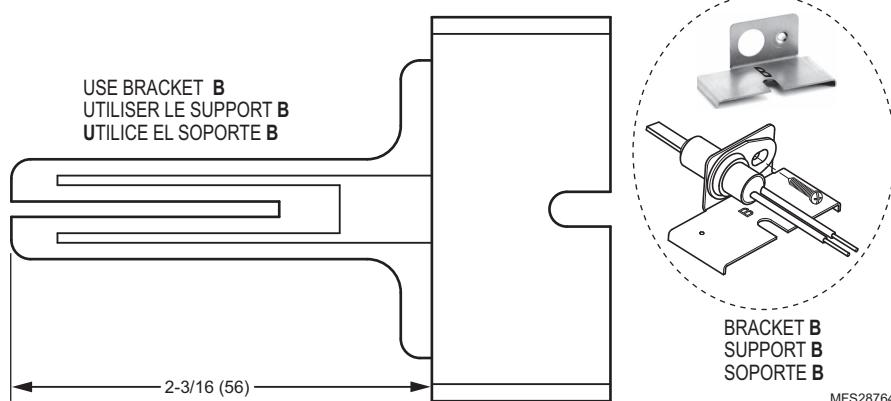
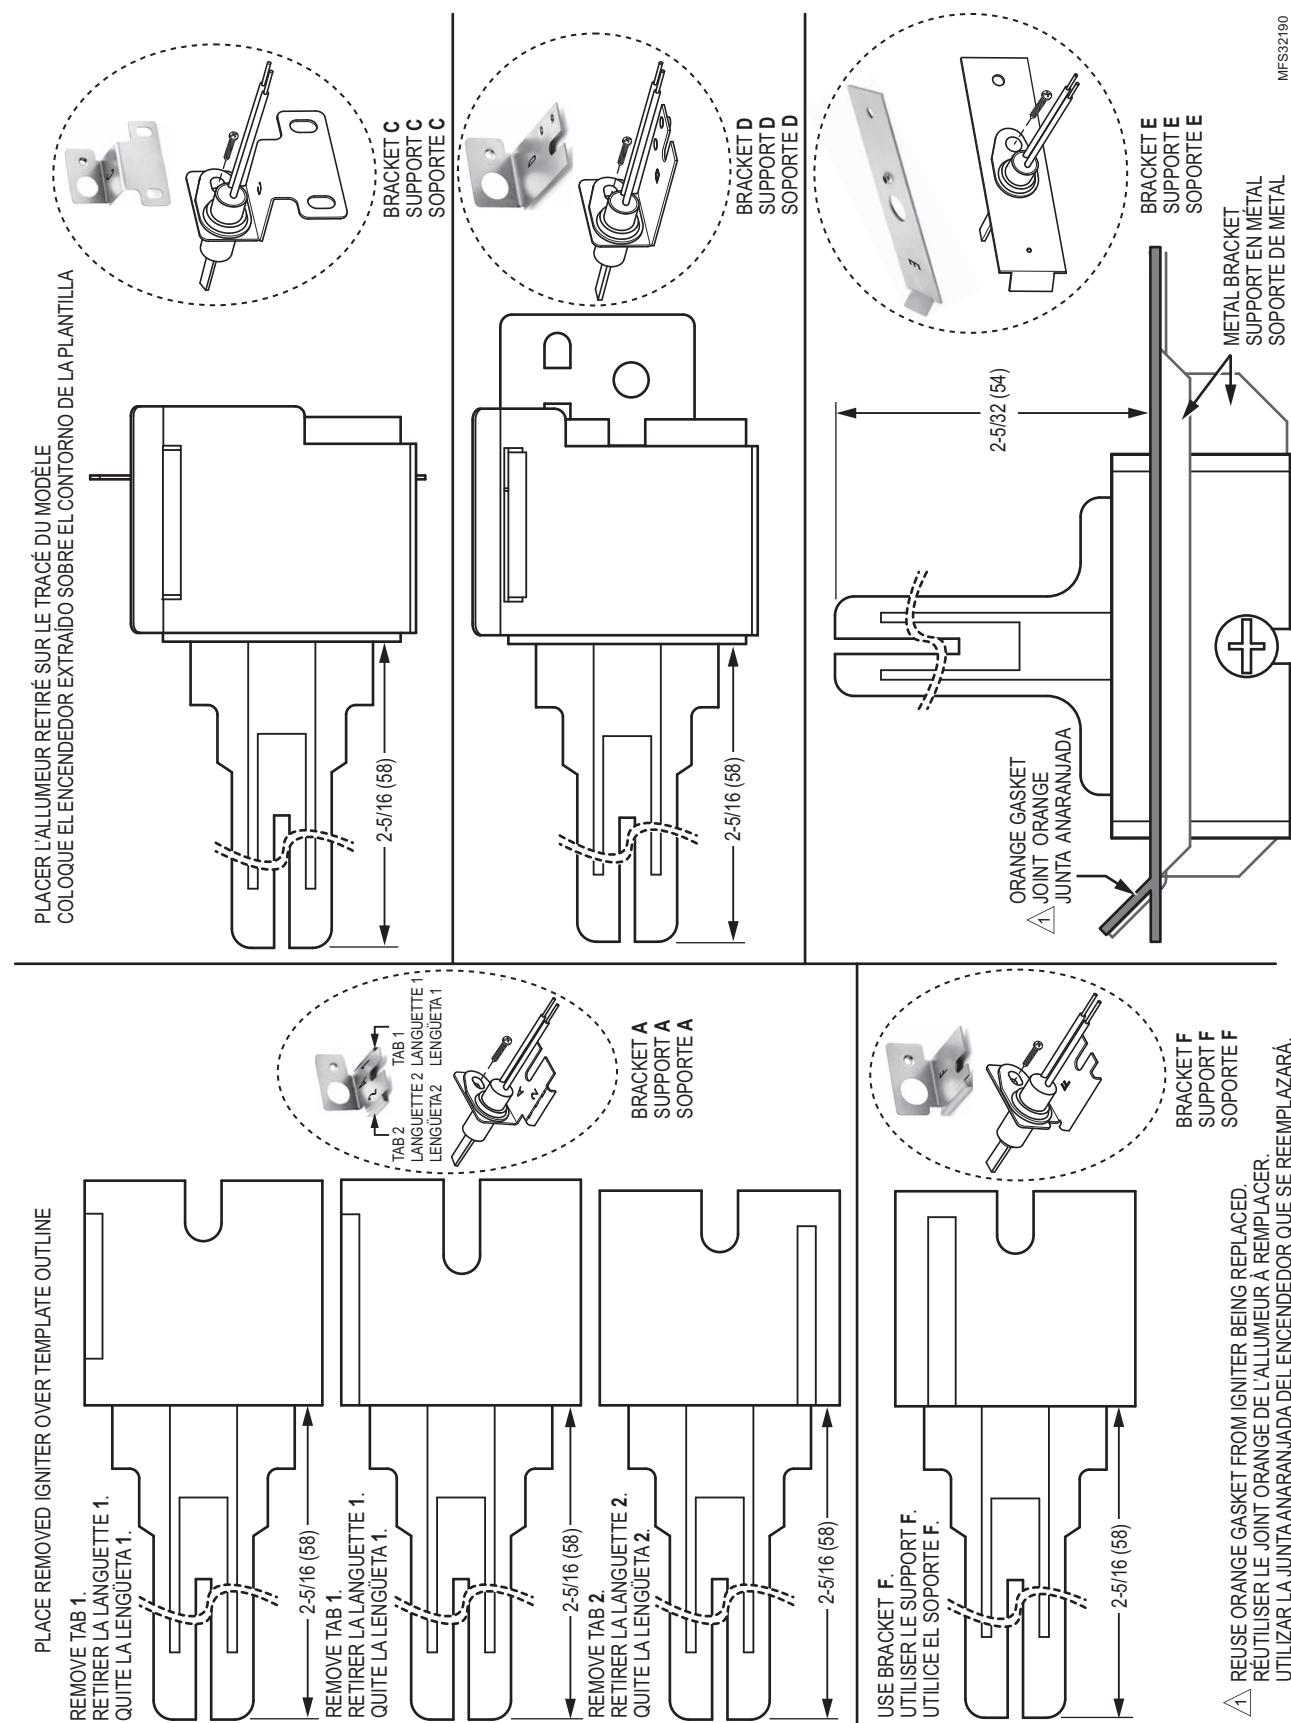

Fig. 1. Igniter bracket B template; dimensions in in. (mm).
Fig. 2. Igniter brackets A, C, D, E, and F template; dimensions in in. (mm).
2. Check the cross-reference table on page 4 and the templates (Fig. 1 and Fig. 2) to make sure the proper igniter bracket is used for your application.
2. Using the bracket selection templates (Fig. 1 and Fig. 2), the cross-reference (Table 1), and the original igniter assembly, place the igniter on the templates to confirm which bracket to use for this installation.
^bFor igniters that require bracket A, use the template (Fig. 2) to determine the tab to be removed.
Pour les allumeurs nécessitant le support A, utiliser le modèle (Fig. 2) pour déterminer la languette à retirer.
Para los encendedores que requieren el soporte A, utilice la plantilla (Fig. 2) para determinar la lengüeta que se debe quitar.
2. Vérifier le tableau des références à la page 4 et les modèles (Fig. 1 et Fig. 2) pour s'assurer que le support d'allumeur adéquat est utilisé en fonction de l'application.
2. En utilisant les modèles de sélection de support (Fig. 1 et Fig. 2), le tableau de référence (tableau 1) et l'ensemble d'allumeur d'origine, placer l'allumeur sur les modèles pour sélectionner le support à utiliser pour l'installation.